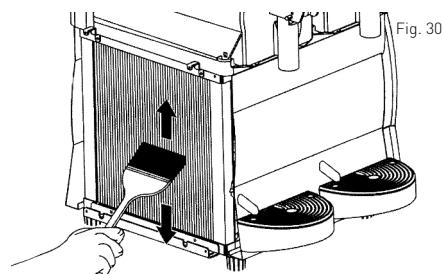

Fig. 30
- Utilizzando il pennello asciutto (non fornito), rimuovere la polvere accumulata (Vedi: Fig. 30)